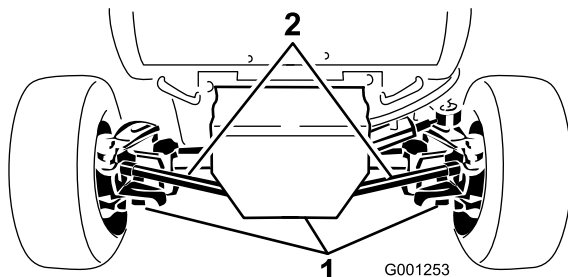

Figura 54
2. Limpie la zona alrededor de los tres tapones de vaciado, uno en cada extremo y uno en el centro (Figura 54).